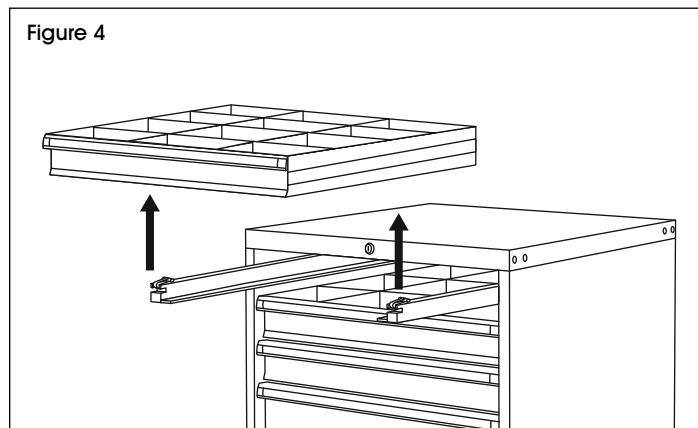

Figure 4
4. Lift drawer up and out of cabinet. (See Figure 4)
4. Soulevez le tiroir et retirez-le de l'armoire. (Voir Figure 4)